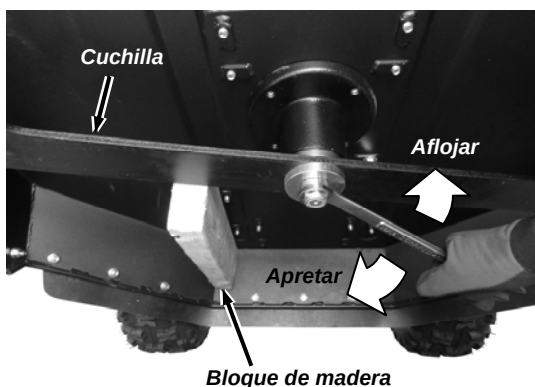

Figura 43
1. Bloquee la cuchilla con un trozo de madera entre la cuchilla y el patín en el lado de la plataforma (**Figura 43**).
3. Bloquee la cuchilla con un trozo de madera (**Figura 43**) mientras retira la contratuercas con una llave de 15/16" (**Figura 45**).